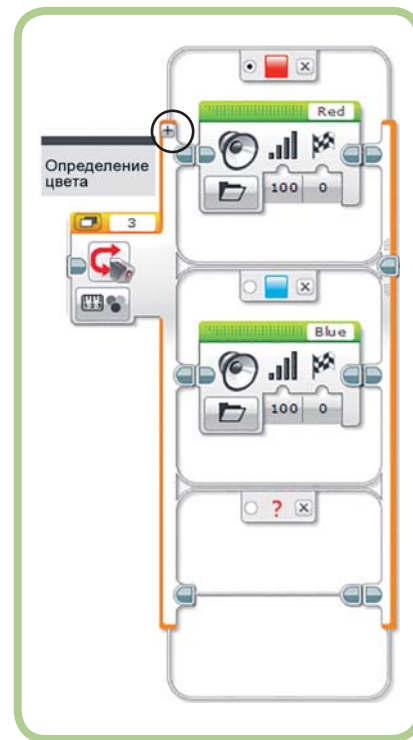

Рис. 6.14. Добавление нового случая
Пока эта программа по-настоящему распознает только синие объекты, объявляя объект любого другого цвета красным (поскольку красный выбран в качестве случая по умолчанию). В этом подразделе ты узнаешь, как изменить программу так, чтобы она правильно распознавала красные объекты и говорила “Uh-oh” в случае невозможности определения цвета объекта. В настоящее время блок **Переключатель** (Switch) предусматривает два случая: для красных объектов и для синих. Кнопка **Добавить случай** (Add Case), обведенная на рис. 6.14, позволяет добавить новый случай в блок **Переключатель** (Switch). Если после добавления случая ты решишь его удалить, щелкни по кнопке с маленьким крестиком (x) справа в верхней части случая.
- Щелкни по кнопке **Добавить случай** (Add Case). Блок **Переключатель** (Switch) должен выглядеть, как показано на рис. 6.14.